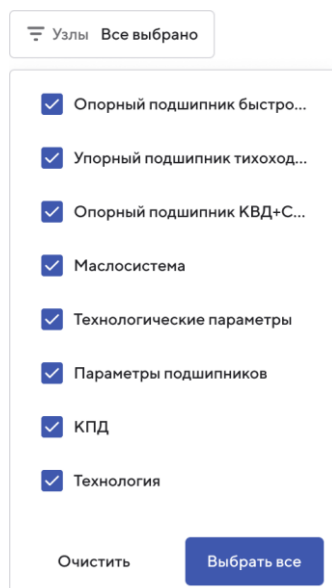

Рисунок 121 – Выпадающий список фильтра «Узлы»
4. Нажмите кнопку фильтра «Узлы». Откроется выпадающий список фильтра с выбором узлов (Рисунок 121).